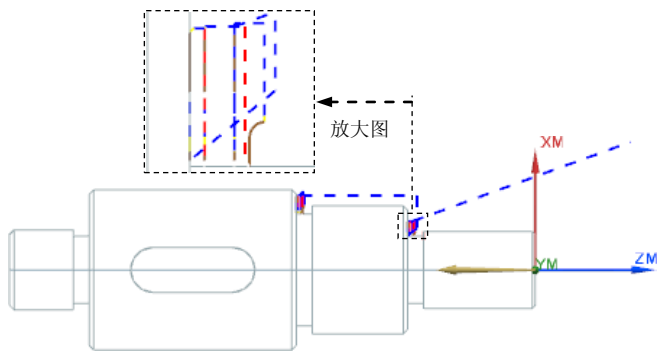

图 9.26 刀路轨迹
Step1. 单击“外侧开槽”对话框中的“生成”按钮 ，生成刀路轨迹如图 9.26 所示。